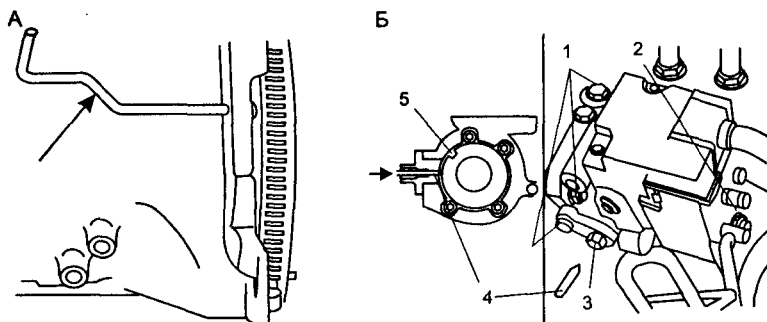

Рис. 1.3.6. Регулировка момента впрыска
- проворачивают коленвал двигателя по часовой стрелке до положения ВМТ 1-го цилиндра и фиксируют его с помощью специального приспособления 7017-Т.Р или подходящего штифта (см. рис. 1.3.6а);
- ослабляют три передних гайки 1 (см. рис. 1.3.6б) и одну заднюю гайку 2 (см. рис. 1.3.6б) крепления корпуса ТНВД;
- откручивают заглушку 3 (рис. 1.3.6б) юстировочного отверстия на корпусе ТНВД и вставляют в него стержень 4 (рис. 1.3.6б) для установки момента впрыска топлива (спец. приспособление № 9043-Т или подходящий штифт);
- приложив небольшое усилие к юстировочному штифту, вращают корпус ТНВД до момента совмещения штифта с выемкой 5 (рис. 1.3.6б);
- в этом положении фиксируют корпус ТНВД крепежными гайками 1 и 2 (рис. 6б), извлекают юстировочный штифт из контрольного отверстия, закручивают заглушку 3 (рис. 1.3.6б) с усилием 5 Нм и убирают фиксатор маховика 1 (рис. 1.3.6а).